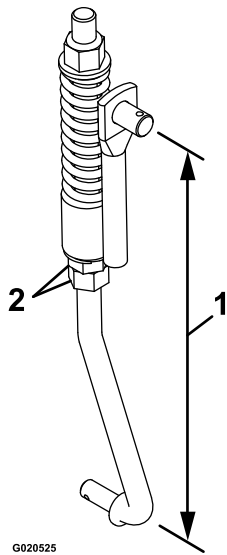

Bild 58
8. Stellen Sie die Gestängelänge mit den zwei Muttern an der Unterseite der vertikalen Feder ein (Bild 58).